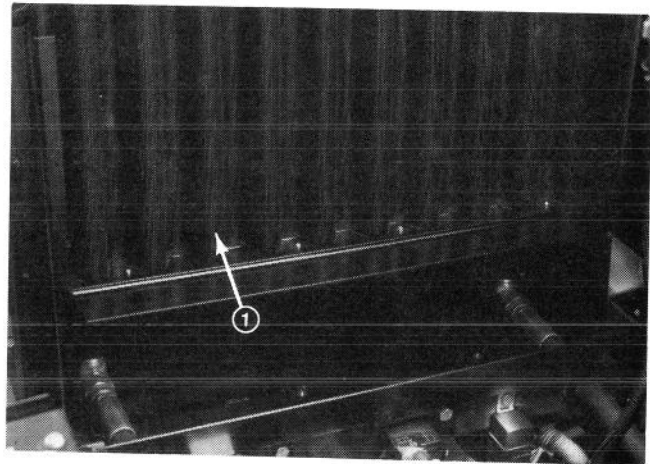

**Abbildung 8**
**WICHTIG:** Toro empfiehlt das Prüfen des Motorölstands vor jeder Betriebsaufnahme oder alle fünf (5) Betriebsstunden.
2. Den Ölmeßstab (Abb. 7) entfernen und mit einem sauberen Lappen abwischen, dann den Ölmeßstab wieder voll in den Ölmeßstutzen einführen. Jetzt den Meßstab wieder herausziehen und den Ölstand prüfen. Bei niedrigem Ölstand die Füllstutzenkappe (Abb. 8) entfernen und SAE 10W-30 CD Öl nachfüllen, bis der Ölstand die FULL (Voll) Markierung erreicht. NICHT ÜBERFÜLLEN. Siehe Öltechnische Tabelle auf Seite GR-21.